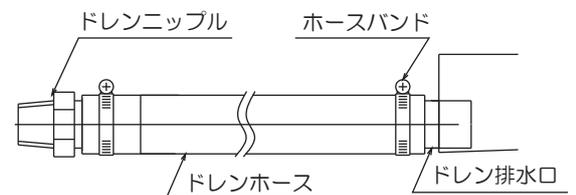

図4-2 ドレンホース施工詳細
- ドレン配管とドレン排水口は付属のドレンホースで接続してください。(SC型)(図4-2参照)